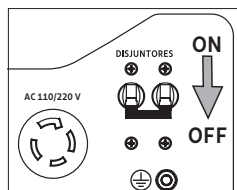

Fig. 23
2. Posicione o interruptor disjuntores na posição "OFF" [Fig. 23].